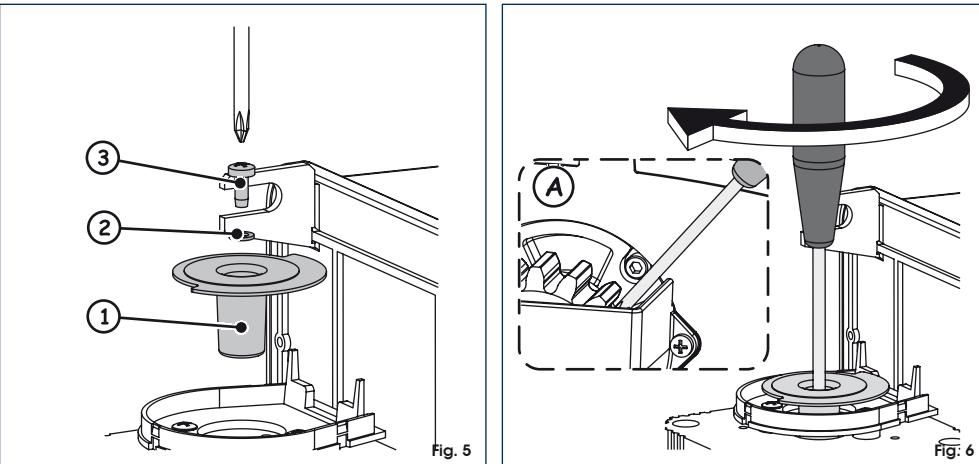

Fig. 5
- With reference to figure 5, place the encoder disc, ref. ①, on the aluminium insert and secure it with the washer, ref. ②, and the M4 screw, ref. ③.
7. En se référant à la figure 5, positionner le disque de l'encoder, réf. ①, sur l'élément intercalaire en aluminium et le fixer avec la rondelle, réf. ②, et la vis M4, réf. ③.